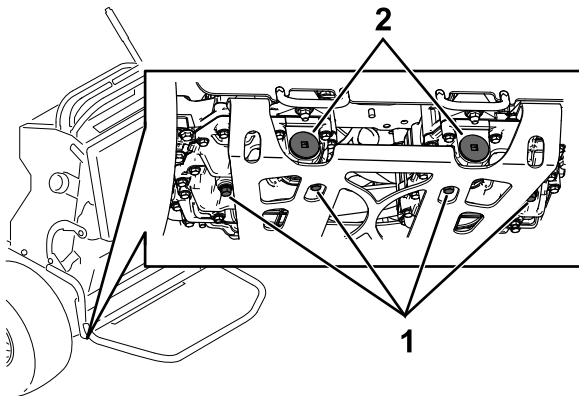

Figura 75
5. Localice el tapón de vaciado en la parte inferior de cada transmisión, y coloque un recipiente de vaciado debajo de los tapones (Figura 75).